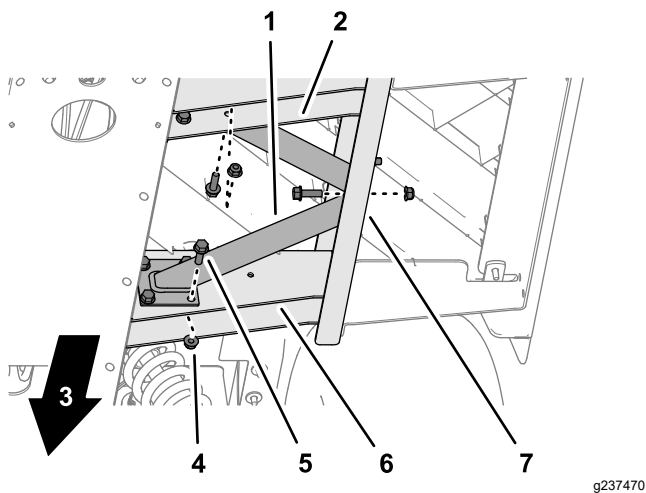

Рисунок 19
1. Совместите отверстия в раскосе пола с отверстиями, просверленными в боковых и напольных швеллерах (Рисунок 19).
- Установите раскос пола на боковые и напольные швеллеры с помощью 10 болтов с фланцевыми головками (5/16 x 1 дюйм) и 10 фланцевых контргаек (5/16 дюйма), как показано на Рисунок 19.